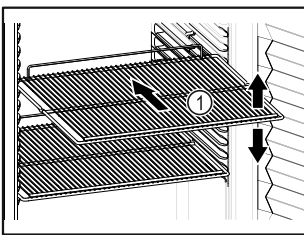

Fig. 31
- Indien de legroosters Fig. 31 (1) verplaatsbaar zijn, deze aan de hoogte aanpassen.